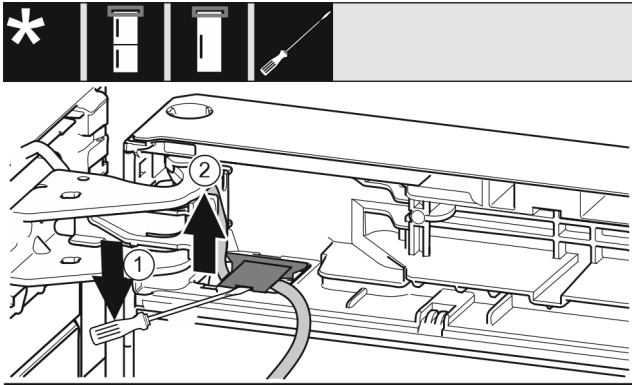

Fig. 19
- ▶ З допомогою шліцевої викрутки підняти і витягнути кришку. Fig. 19 (1)
- ▶ Витягнути кабель. Fig. 19 (2)